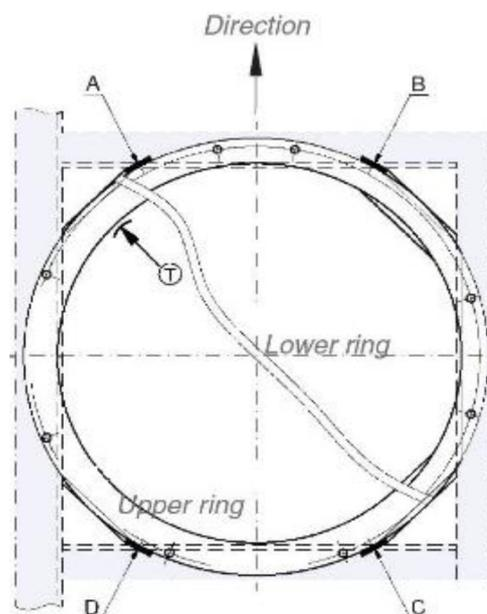

Abb.: 1
- Es müssen insgesamt 8 Schweißbleche (Anschlagblöcke) neben dem Ringumfang geschweißt werden, um Querbelastungen durch Horizontalkräfte auszugleichen (4 Anschlagblöcke für den unteren Ring und 4 Anschlagblöcke für den oberen Ring wie in Bild 1 - A, B, C, D dargestellt).
- Der Kugellenkranz kann gebohrt oder ungebohrt geliefert werden. In beiden Fällen muss der Einfüllstopfen oder das Typenschild außerhalb der Haupttragflächen positioniert und in der Position von ca. 45° zur Fahrtrichtung ausgerichtet werden. Bohren Sie keine Löcher in der Linie mit dem Füllstopfen oder dem Typenschild (d. H. Wie in Abb. 1, Abschnitt „T“ gezeigt).